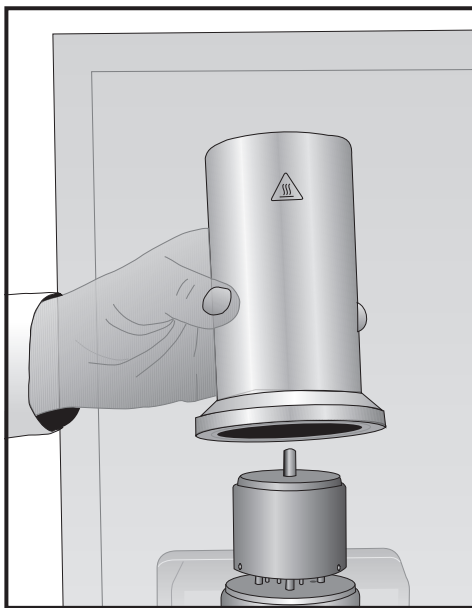
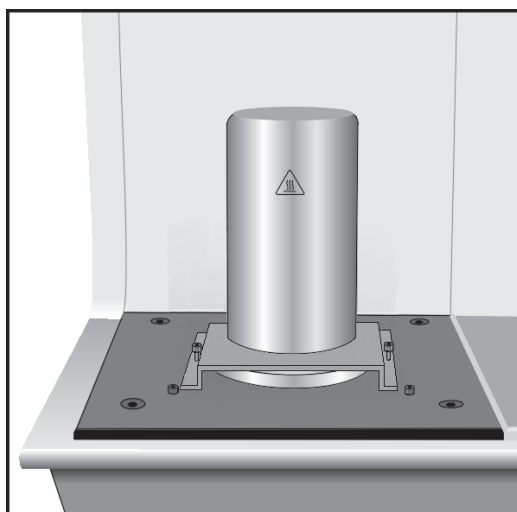
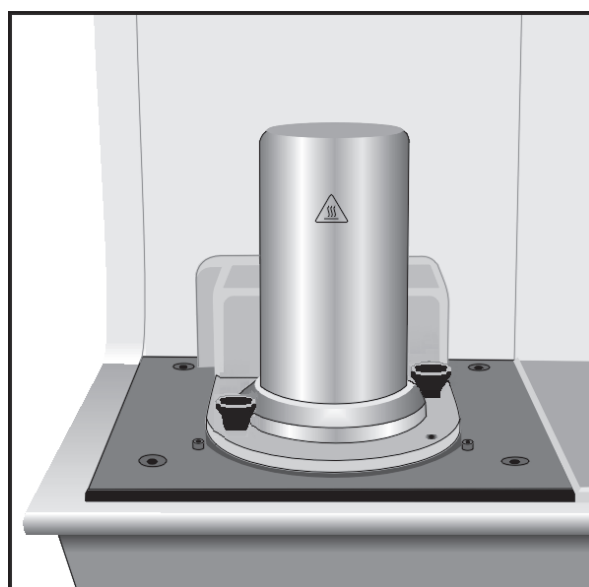

図 6
図 7
図 8
- b. 熱交換器なしの場合 金属製ベルジャーをセルの上に取り付けます。次に、装置の該当する安全装置、DSC 2010 の場合は押さえ用ブラケット(図 7 を参照)、DSC 2920 の場合は押さえ用ノブ(図 8 を参照)を取り付けます。これで金属製ベルジャーで所定の安全な完全密封ができます。
*DSC 2XXX シリーズの装置*高容積パンで試験を実行または較正を行う際には、ページ 24 ~ 27 の図 6 ~ 9 に示すように、同梱された安全装置を必ず使用してください。
熱交換器なしの DCS を使用する場合は、図 6 に示したように、DSC 2920、2910、または 2010 装置に金属製のベルジャーを取り付けてから、ブラケット(2010)または押さえ用ノブ(2910 および 2920)のいずれかを使用してください。図 7 および 8 を参照してください。